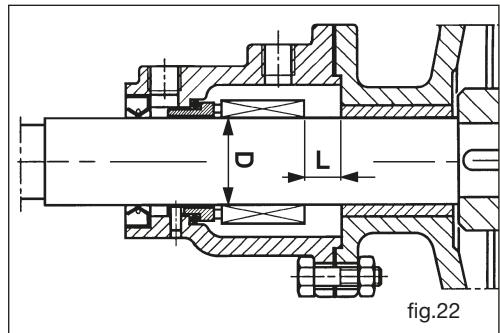

fig.22
- Infilare la flangia-supporto (09).
**N.B. La tabella indica il diametro D dell'albero e la distanza L tra la tenuta (66) e la flangia-supporto (09) non bloccata ma appoggiata al retro del rotore (fig. 22)**
- Montare con cura la parte fissa (66.6) nel portatenuta (80)
- Montare il labbro di tenuta (68) nel portatenuta (80).